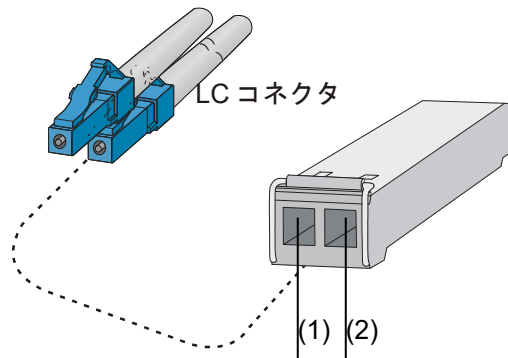

図 3-17 SFP/SFP+ トランシーバモジュール
- 3) 図 3-17 に示すように、ラッチが固定されたことを示すクリック音があるまで、コネクタに光ファイバケーブルを挿入してください。